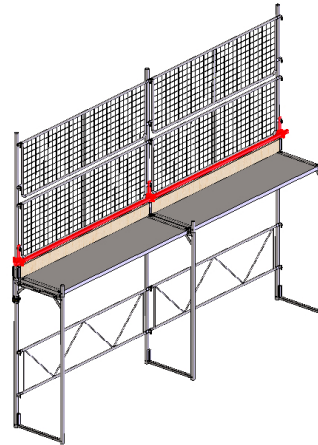

Abb. 10
7. Montieren Sie die Gerüstrohrhalter (S777.070) am untersten Zapfen der Geländerstützen und sichern Sie diesen mit dem Kippstift. (Abb. 10)